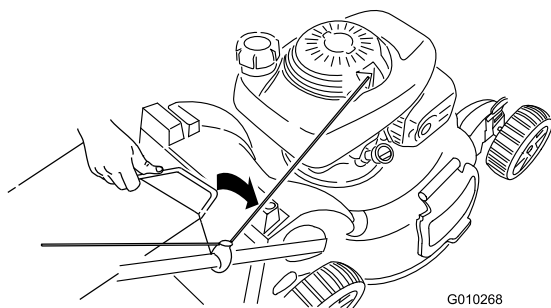

Figura 28
3. Introduzca el asa de la bolsa de recortes en las ranuras de la parte superior del cortacésped (Figura 28).